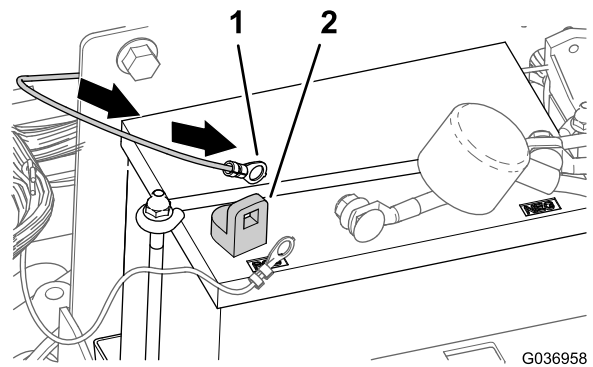

図 27
2. ハーネスのリング端子を、バッテリーのプラス+端子まで持って行く 図 27。